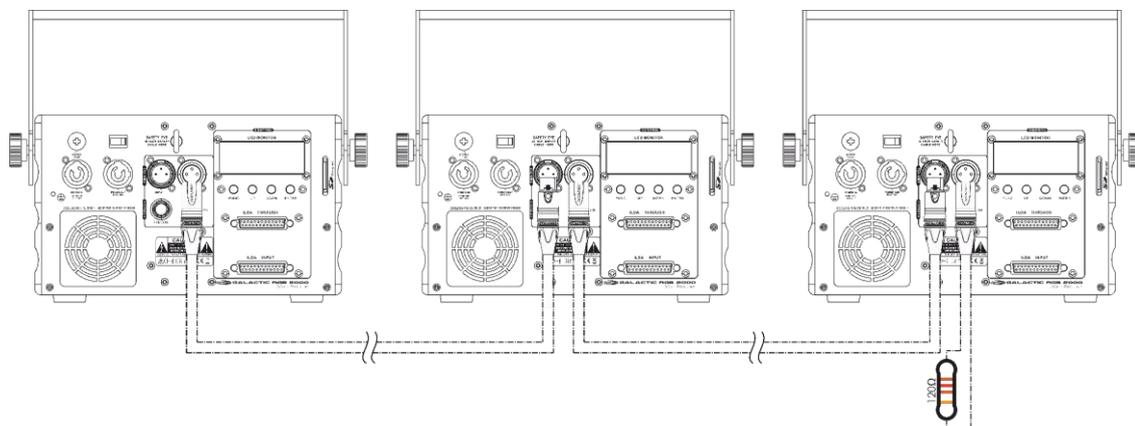

Fig. 12
- 02) Repita el paso 1 para todos los dispositivos como se indica en la Fig. 12.
- 03) Introduzca la tarjeta SD incluida en la **ranura para tarjeta SD (13)** en cada uno de los dispositivos conectados.